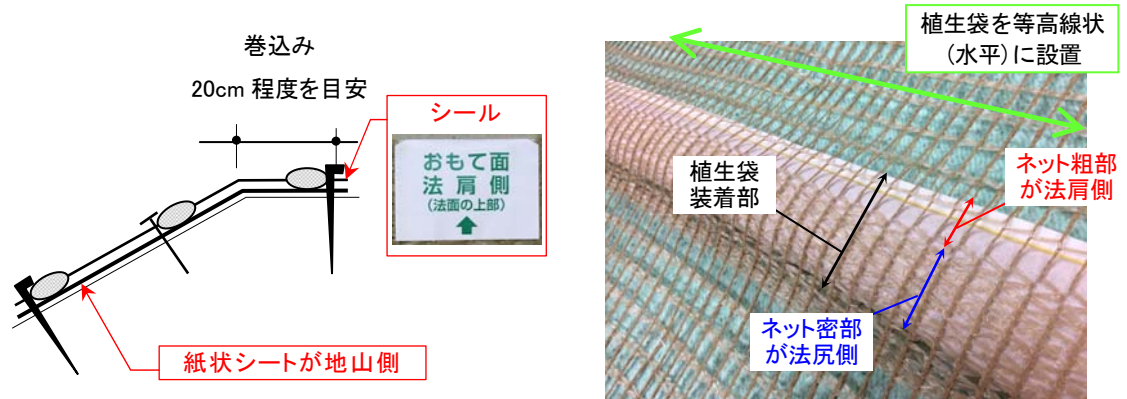

図1. マットの展開
- マットを製品に付けられたシール表示に従い、ネットがおもて面に、シール装着部が法肩側になるように展開する。マットを法尻部でカットするなどしてシールがない場合には、植生袋装着部を観察し、必ずネット粗部が法肩側となるようにして設置を行う（図1参照）。なお、植生袋が必ず等高線状（水平）となるように展開する。